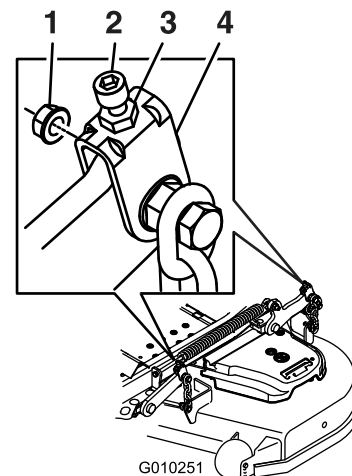

Figura 86
10. Si es necesario, afloje la tuerca "whizlock" del lateral de la horquilla y la contratuerca de la parte superior (Figura 86).
17. Gire el tornillo de ajuste hasta obtener una altura de 8.3 cm ($3\frac{1}{4}$ ") (Figura 86).